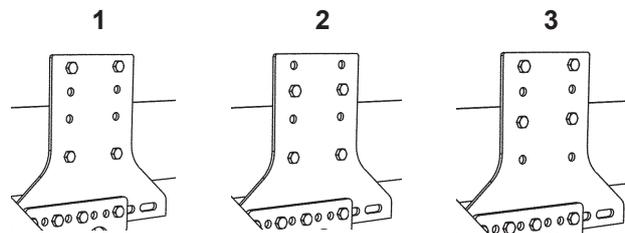

Abbildung 25. Montage von schrauben
4. Schrauben Sie die Rahmenhalter mit den mitgelieferten M14x45-Schrauben fest an den Fahrzeugrahmen. Mit mindestens 4 in jedem Rahmenhalter befestigen. Zur Anordnung der Schrauben siehe die untenstehende Abbildung 25: